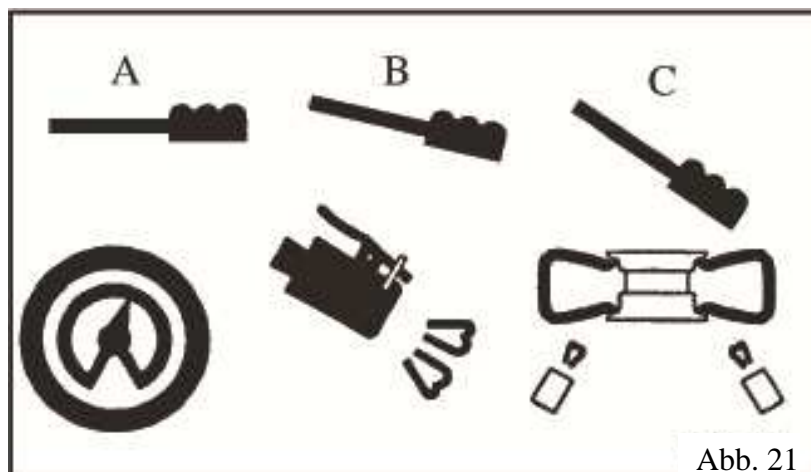

Abb. 21
- Das Pedal in die Zwischenposition absenken (B - Abb. 21).
- Wenn der Wulst des Reifens aufgrund seiner Steifheit nicht korrekt positioniert ist, manuell den Reifen erheben, bis der obere Wulst an der Felge anliegt, dann das Pedal ganz durchdrücken (C-Abb. 21). Ein starker Luftstrahl strömt durch die Düsen in den Führungen und dies begünstigt die Positionierung der Wulste.
- Die Reifen loslassen; das Pedal in die Zwischenposition bringen (B - Abb. 21) und das Aufpumpen des Reifens mit kurzen Luftstößen fortsetzen; dabei ständig den Druck zwischen einem Luftstoß und dem anderen bis zum Erreichen des erforderlichen Drucks kontrollieren.